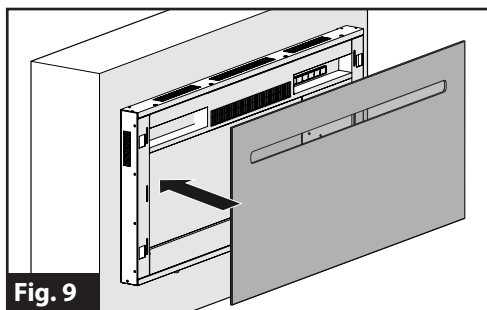

Fig. 9
13. Alignez les six languettes à l'arrière du couvercle en verre avec les fentes du foyer et remettez le couvercle en verre sur le foyer. (Fig. 9)